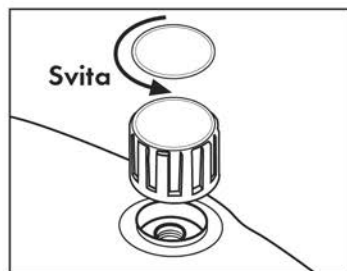

Fig. 16
Scaricare la pressione in caldaia spegnendo l'interruttore caldaia (11) e facendo scaricare tutto il vapore tramite il pulsante vapore (18) posto sull'impugnatura, quindi spegnere l'interruttore generale (10). Dopo aver lasciato raffreddare adeguatamente la caldaia, scollegare la spina dalla presa di corrente, aprire lentamente il tappo di sicurezza (Fig. 16).